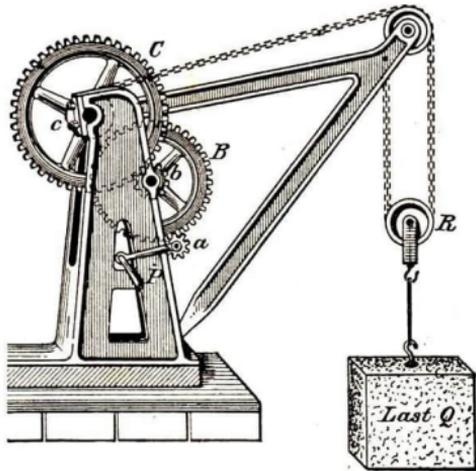

Abb. 91
3. Die Krane (Abb. 91) bestehen aus mehreren gezähnten Wellrädern, wovon jedes den Umfang des nächsten mit den Zähnen seiner kleinen Welle antreibt.
In Abb. 91 greifen 3 Wellräder ineinander; das unterste hat den Multiplikator 5, das nächste 4, das oberste 3. (Miß dieses nach!) Also ist der **Gesamtmultiplikator** $5 \cdot 4 \cdot 3 = 60$. — Da nun die lose Rolle R in Abb. 91 die Last Q halbiert, so braucht der Arbeiter (bei P) zum Lasthub nur die Kraft $P = \frac{1}{120} Q$. — Dafür ist der Weg länger. [Soll die Last Q um 1 m steigen, so muß die Hand des Arbeiters bei P schon einen Riesenweg von 120 m machen.]